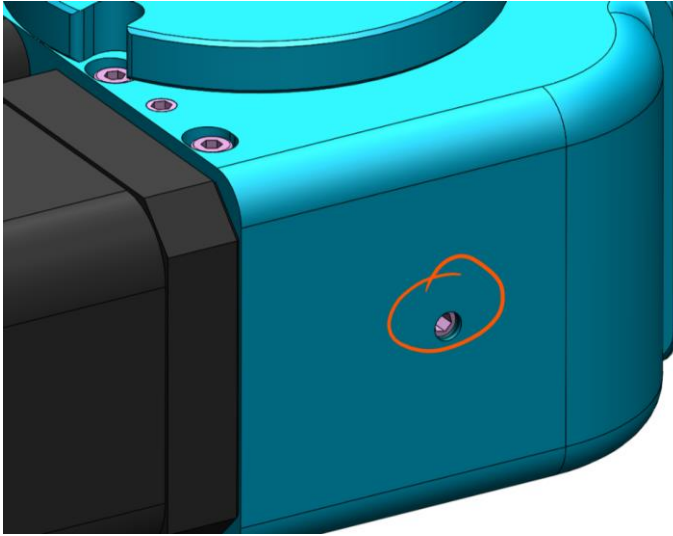

Bild 5
7. Jetzt die Seitliche Madenschraube DIN 916 – M4x10 (Bild 5) langsam hineindrehen um die Vorspannung zu erhöhen.